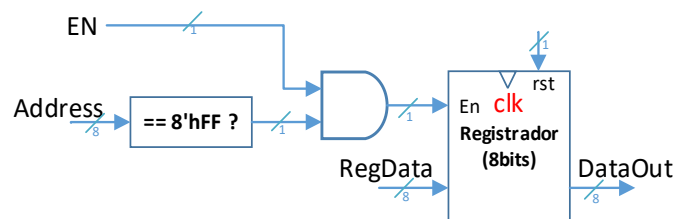

Figura 2 – Saída paralela mapeada no endereço 8'hFF da memória
- Ao armazenar o conteúdo de algum registrador $\$X$ no endereço 8'hFF da memória de dados, **SB** $\$X$, **FF(\$0)**, o bloco **ParallelOUT** redirecionará o conteúdo de $\$X$ para a saída paralela **w_DataOut**. A especificação lógica do circuito de saída está ilustrada na Figura 2